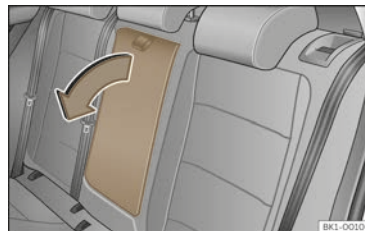

Abb. 106 Herausklappbare Mittelarmlehne hinten (schematische Darstellung).
- Zum **Ausklappen** der Armlehne, Zugschlaufe in Pfeilrichtung ziehen >>> (Abb. 106).